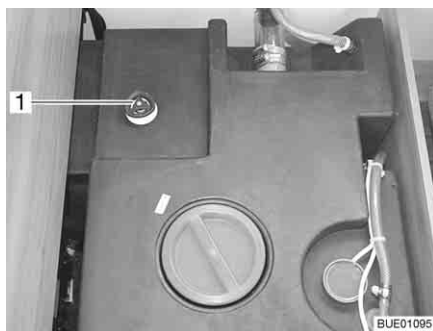

Fig. 239 Depósito de agua con tirador giratorio
- Girar el tirador giratorio (Fig. 239,1) del depósito de agua en sentido contrario a las agujas del reloj sobrepasando la resistencia, para abrir el orificio de salida completamente.